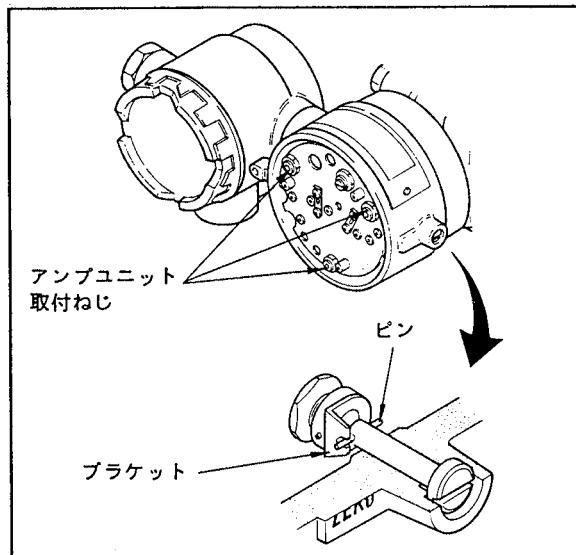

図6.4 アンプユニットを取りはずす場合
- (4) ゼロ調整ねじをマイナスドライバで回し、ゼロ調整ボリュームのブラケットが図6.4のような位置になるようにします。